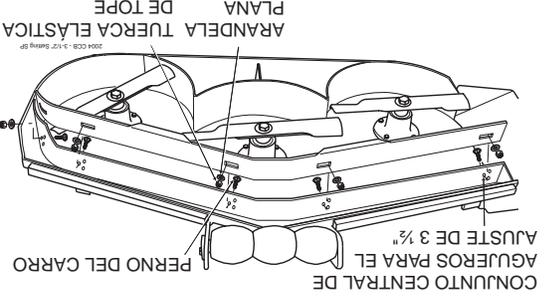

Figura 10. Posición 3-1/2" del deflector de corte personalizado
B. Posición 3-1/2" (ajuste de fábrica para las plataformas de corte Advantage) - el deflector se instala usando el conjunto central de agujeros en el deflector frontal soldado dentro de la plataforma de corte. (Vea la Figura 10). Para cortes de propósito general, coloque el deflector de corte personalizado en la posición 3-1/2". Esto le da la mejor combinación de desempeño de corte en todos los tipos de césped.